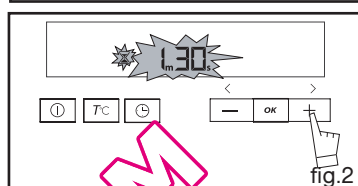

fig.2
Esempio: 30 min di cottura (fig.2).
Esempio: fine della cottura alle ore 16h (fig.2).
- Regolare la durata scelta premendo i tasti + o - (fig.2).